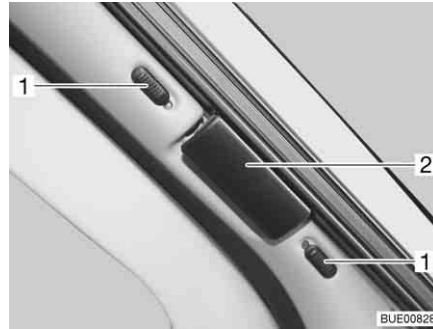

Bild 20 Faltscheibe für die Frontscheibe
- Die beiden Hälften der Faltscheibe am Griff (Bild 20,2) bis zum Anschlag nach außen schieben.
- Die Verriegelungsknöpfe (Bild 20,1) nach unten bzw. nach oben schieben. Wenn der rote Punkt sichtbar ist, ist die Verriegelung offen.